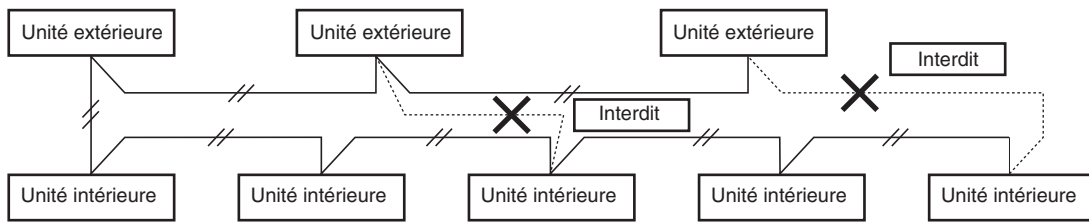

Fig. 4-3
- (2) N'installez pas le câblage de commande entre unités en boucle. (Fig. 4-3)